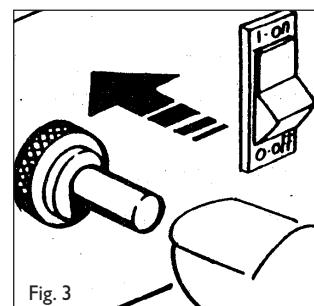
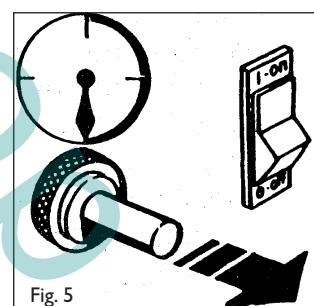

Fig. 3
Fig. 5
- Tryk på gasventilens knap og tryk samtidigt nogle gange på den piezoelektriske knap, indtil brænderen starter. (Fig. 3 - 4). Når brænderen starter, hold ventilens knap indtrykket ca 10 sekunder (Fig. 5). Hvis brænderen slukkes når varmeapparatets ventilknap slippes, vent da nogle minutter og gentag operationen. Hold da ventilknappen indtrykket i en længere tid.